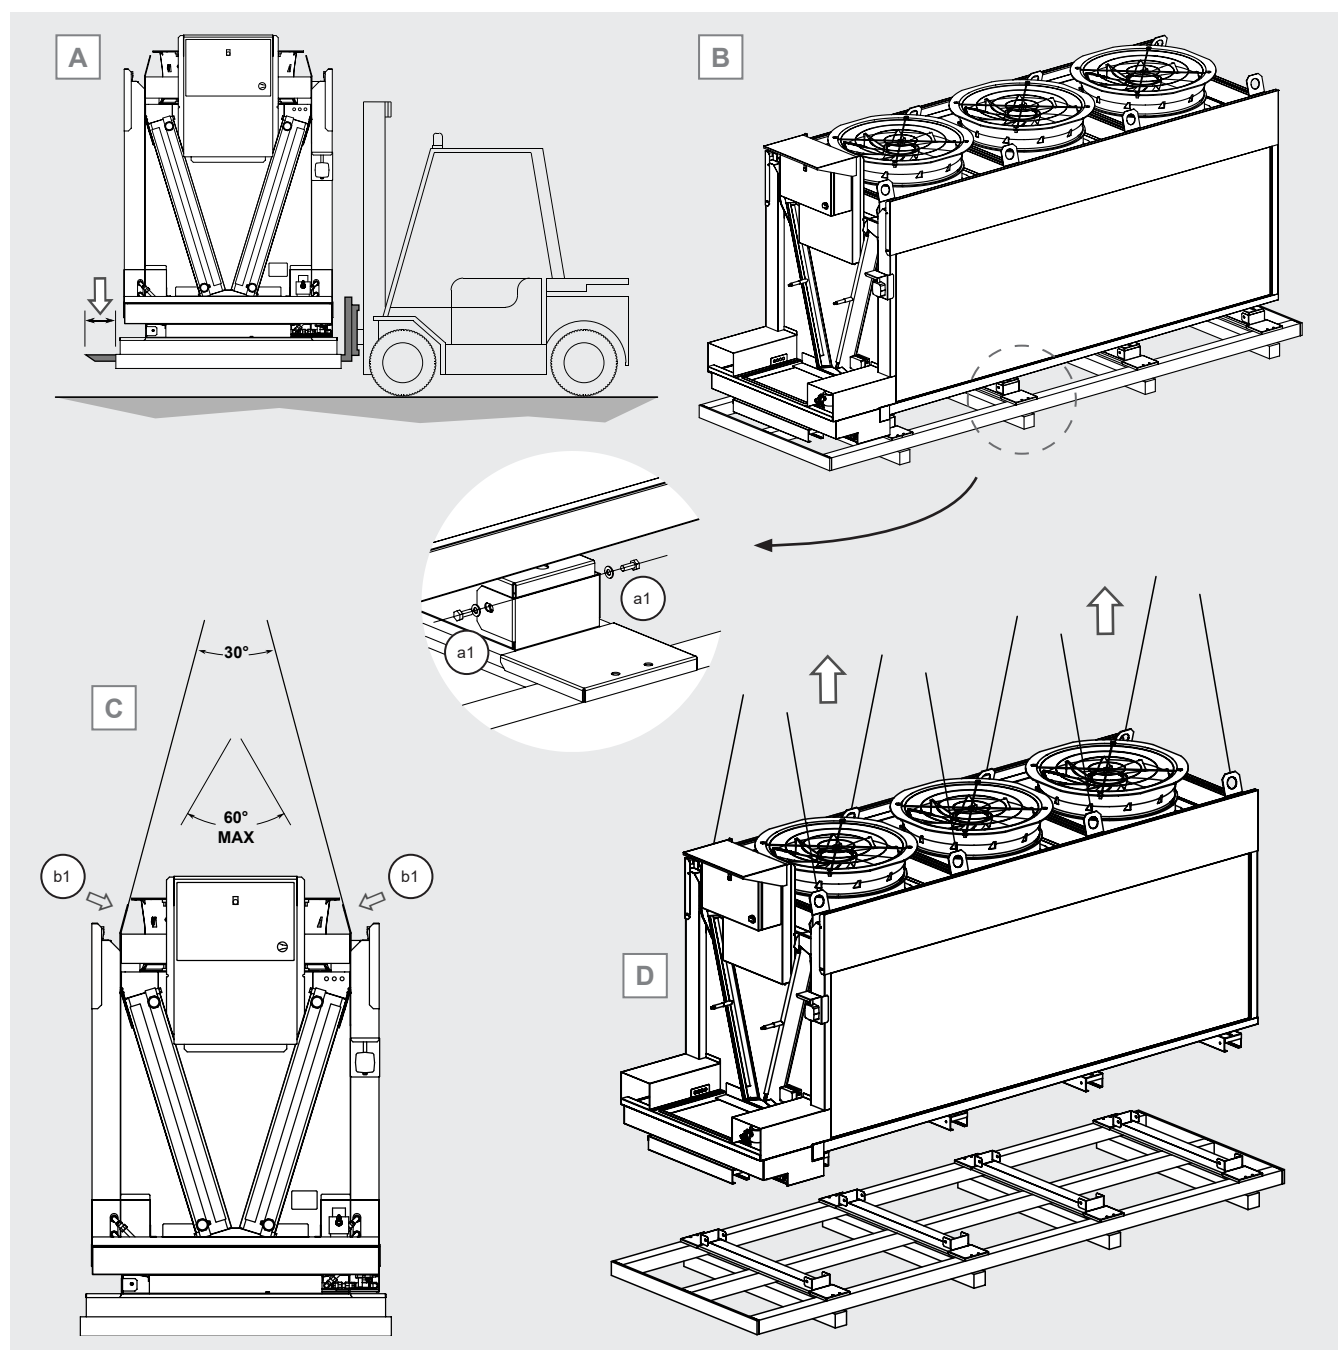

Figura 5
- 5.2 Para la manipulación con una carretilla elevadora, las palas de elevación deben ser más largas que la anchura del embalaje y/o del modelo. Ver Figura 5 A.
- 5.3.1 desatornille los tornillos (a1) que fijan los soportes de apoyo del modelo a la paleta de transporte, véase la Figura 5 B;
- 5.3.2 Fije la grúa o el puente grúa a los puntos de elevación (b1), véase la Figura 5 C;
- 5.3.3 levante el modelo y colóquelo en su ubicación definitiva. Utilice todos los puntos de elevación. Ver Figura 5 D.